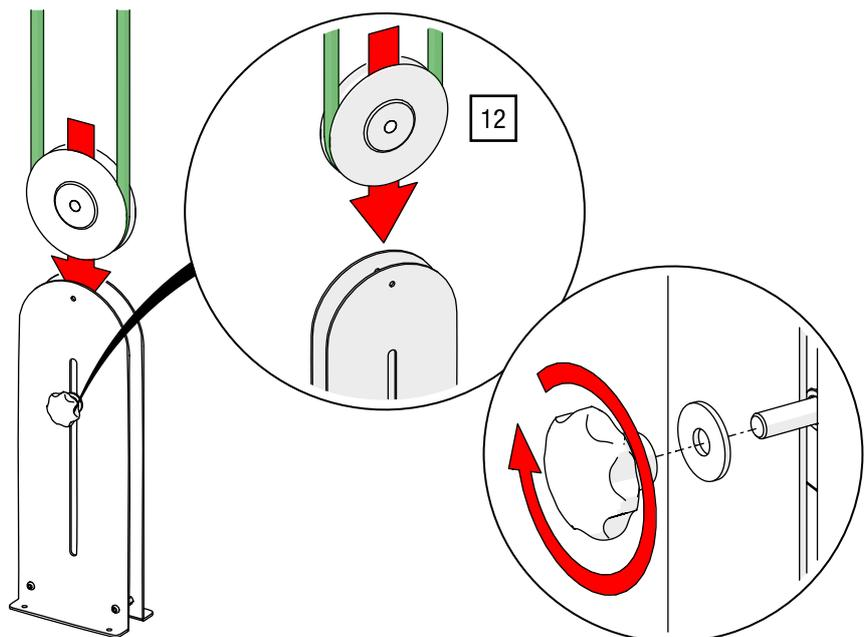

Abb. 120: Manueller Antrieb ROPE-DRIVE – Hanfseil einlegen und Rolle montieren
12. Legen Sie das Hanfseil um die Rolle, stecken Sie die Rolle in das Gehäuse und drehen Sie die Achse mit den Sterngriffen wieder locker zusammen (siehe Abb. 120).